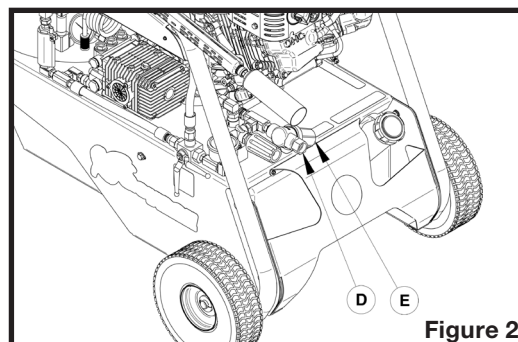
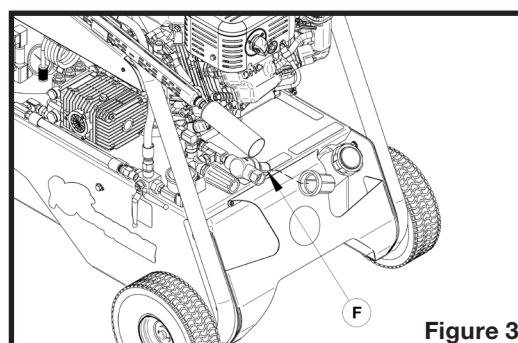

Figure 2
Figure 3
2. Installer le raccord hydraulique coudé (B sur la figure 2) à l'entrée du dévidoir.
3. Installer le dévidoir sur le support de dévidoir à l'aide des boulons 5/16" NC x 3/4", des rondelles freins 5/16" et des rondelles plates 5/16" (C, D et E sur la figure 3).
3. Vérifier la présence et l'état du joint d'étanchéité d'entrée d'eau (D sur la figure 2).
4. Vérifier le filtre d'entrée d'eau. Dévisser la cloche (E sur la figure 2) et rincer si nécessaire. Enlever et nettoyer le tamis (F sur la figure 3). Remettre en place le tamis et la cloche.